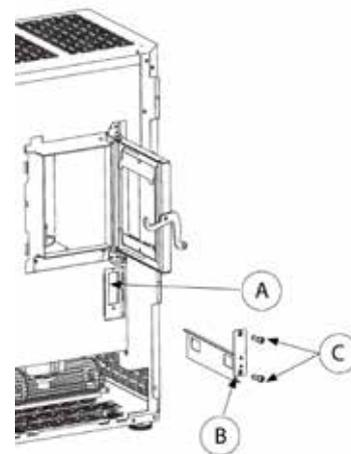

Fig.15
- pour un accès facile au compartiment à fumée (A) Il suffit de démonter le couvercle (B) en dévissant les deux vis (C) (Fig. 15).